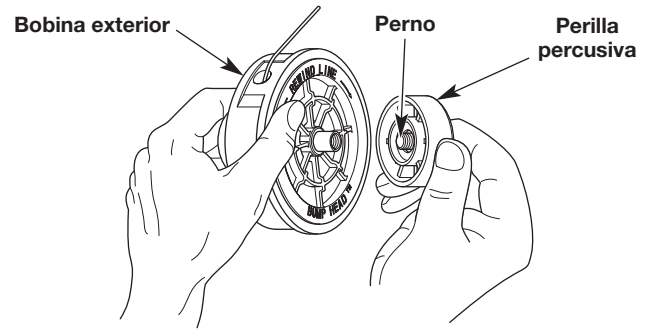

Fig. 16
1. Sostenga la bobina exterior con una mano y desenrosque la perilla percusiva en sentido contrario a las agujas del reloj (Fig. 16).